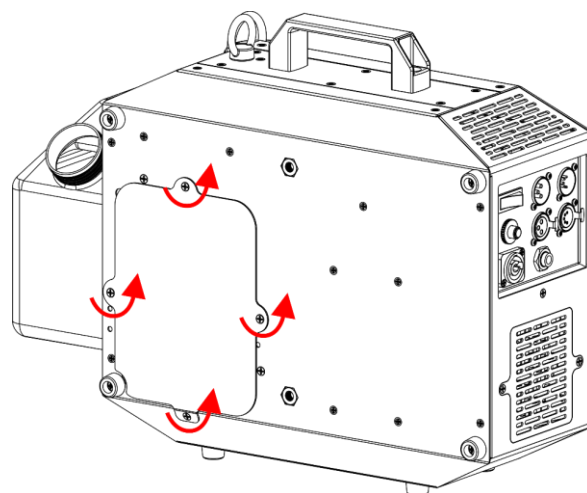

Fig. 13
08) Draai de 4 schroeven van de metalen tankplaat aan de achterkant van het apparaat los, zoals getoond in Fig. 13.